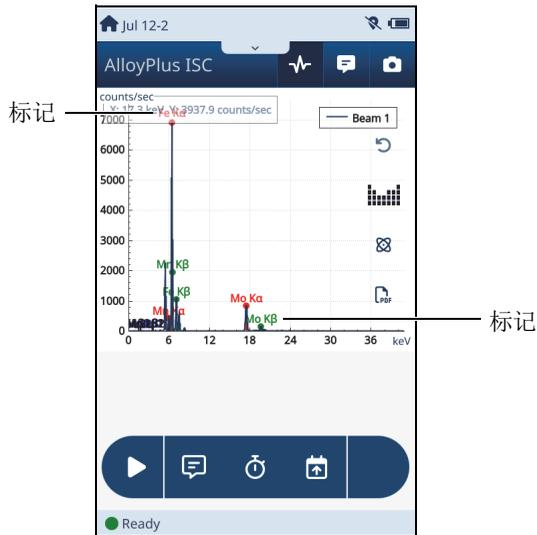

图 3-5 频谱图中的标记
3. 点击频谱的峰值，可以使标记出现（参见第109页的图 3-5）。